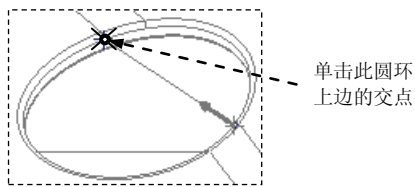

图 21.11 单击圆环上边交点
(1) 选择命令。单击 **模具** 功能选项卡 **基准** ▾ 按钮，在系统弹出的菜单中依次单击 **曲线** ▾ → **通过点的曲线** 按钮，系统弹出“曲线：通过点”操控板。
(2) 单击图 21.10 所示的圆环左边交点，然后将模型调整到图 21.11 所示的视图方位，单击圆环上边的交点。
(3) 在系统弹出的“曲线：通过点”操控板中单击  按钮，完成基准曲线 2 的创作。